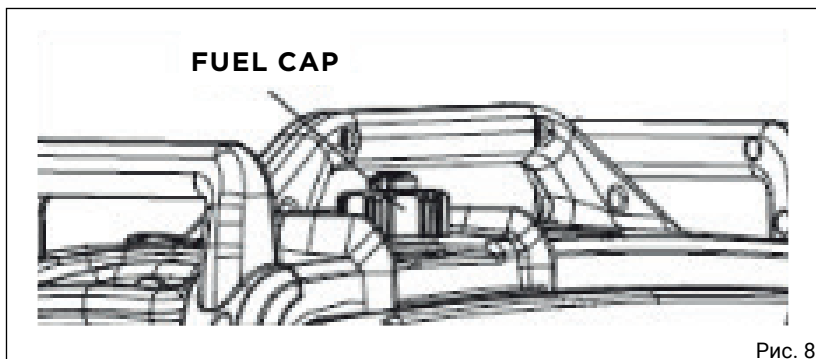

Рис. 8
1. Убедитесь, что генератор выключен и установлен на ровной поверхности. Отвинтите крышку топливного бака (рис. 8) и отложите ее в сторону. Крышка топливного бака может быть плотно закрытой, и ее будет трудно открутить.